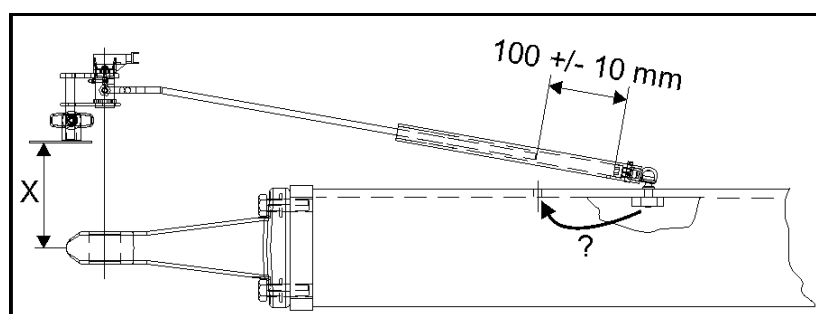

Fig. 102
- Mențineți cât se poate de redusă distanța dintre punctul de cuplare și traductorul unghiului de rotație (Fig. 102/ X) (îndeosebi în cazul proțapului cu agățător).